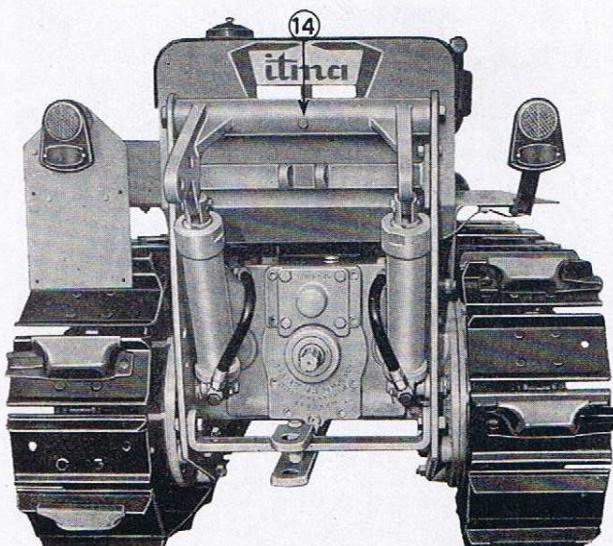

Fig. 16
**Braccio del sollevatore (fig. 16)**
**Bras de relevage (fig. 16)**
**Hebegerätausleger (Bild 16)**